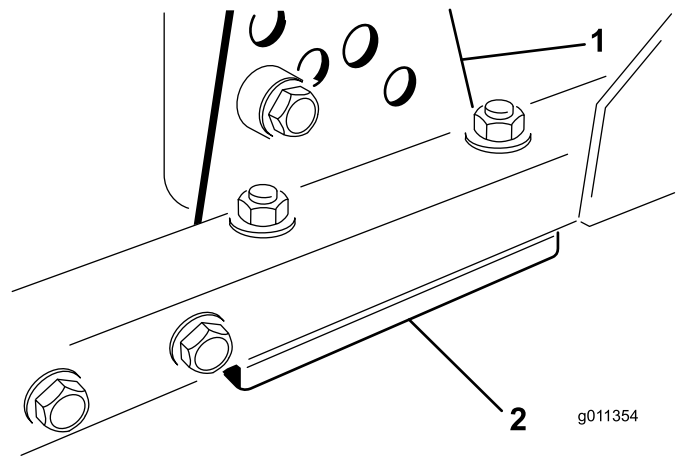

Figura 82
1. Retire el soporte de altura de corte (delantero, izquierdo o derecho) del bastidor de la unidad de corte (Figura 82).
2. Coloque suplementos de 1,5 mm y/o 0,7 mm entre el bastidor de la unidad de corte y el soporte hasta lograr el ajuste de altura deseado (Figura 82).